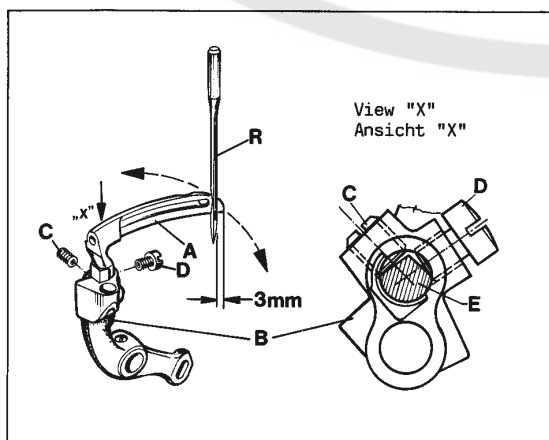

Fig.5
Remove the cloth plate with hinge plate and throat plate, the feed dog, the throat plate support and the needle guard. Insert the lower looper (A, Fig. 5) into the rear hole of the looper lever (B). Now snug the set screw (C) at the back of the looper lever against the flat on the looper shank (E) so that the lower looper point passes as close as possible to the spot on the back of the right needle (R), without deflecting it. Now tighten the second screw (D) firmly.
Rotate handwheel in operating direction until the point of lower looper (A, Fig. 5) projects 3 mm (1/8") to the right from the right side of the right needle. Lower edge of looper and upper edge of needle eye must be flush in this position.
Entfernen Sie die Stoffplatte mit Scharnierplatte und Stichplatte, den Transporteur, die Stichplattenstütze und den Nadelanschlag. Stecken Sie den Untergreifer (A, Fig. 5) in die hintere Bohrung des Greiferhebels (B). Legen Sie nun den Gewindestift (C) hinten im Greiferhebel an der Fläche des Greiferschaftes (E) so an, daß die Untergreiferspitze so dicht wie möglich in der Hohlkehle auf der Rückseite der rechten Nadel (R) vorbeigeht, ohne diese abzulenken. Ziehen Sie dann die zweite Schraube (D) gut an.
Drehen Sie das Handrad in Nährungsrichtung bis die Spitze des Untergreifers (A, Fig. 5) 3 mm rechts von der rechten Seite der rechten Nadel steht. In dieser Stellung müssen untere Greifer- und Oberkante Nadelöhr bündig sein.